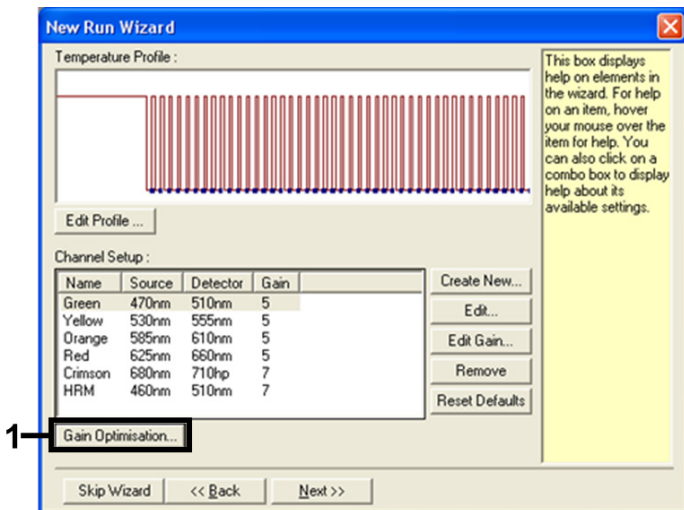

Figura 10. Optimización de la ganancia.
12. En el cuadro de diálogo siguiente, haga clic en Gain Optimisation (Optimización de ganancia) (figura 10).